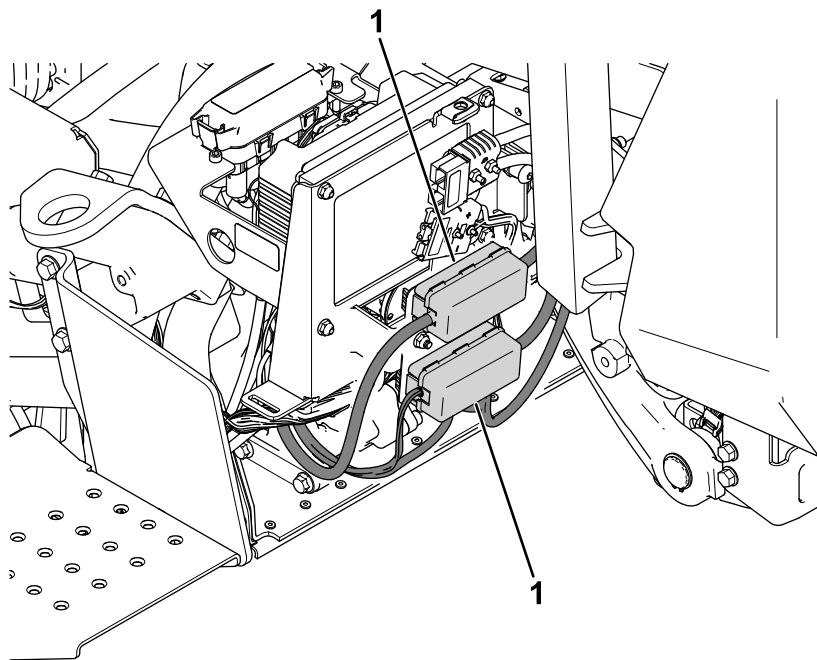

Figur 34
1. Fjern venstre afskærmning fra maskinen (Figur 34).
5. Monter venstre afskærmning (Figur 34).